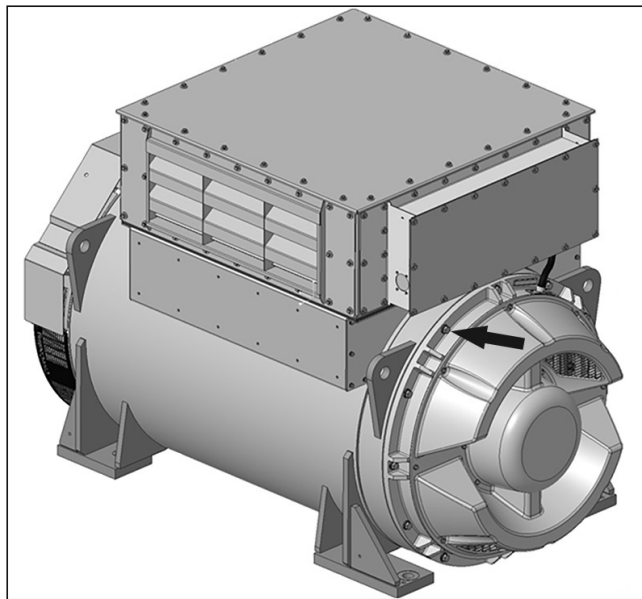

FIGURE 18. INSTRUCTIONS DE DÉMONTAGE ET DE MONTAGE DU CACHE DE L'ENTRÉE D'AIR
1. Déposer le capot d'entrée d'air en desserrant les 14 vis M8 afin d'accéder aux vis de fixation du support de transit du rotor. Se reporter à : Figure 18 à la page 31.
1. Déposez le couvercle de l'entrée d'air pour accéder aux vis d'obturation du support de transit du rotor. Se reporter à : Figure 18 à la page 31.